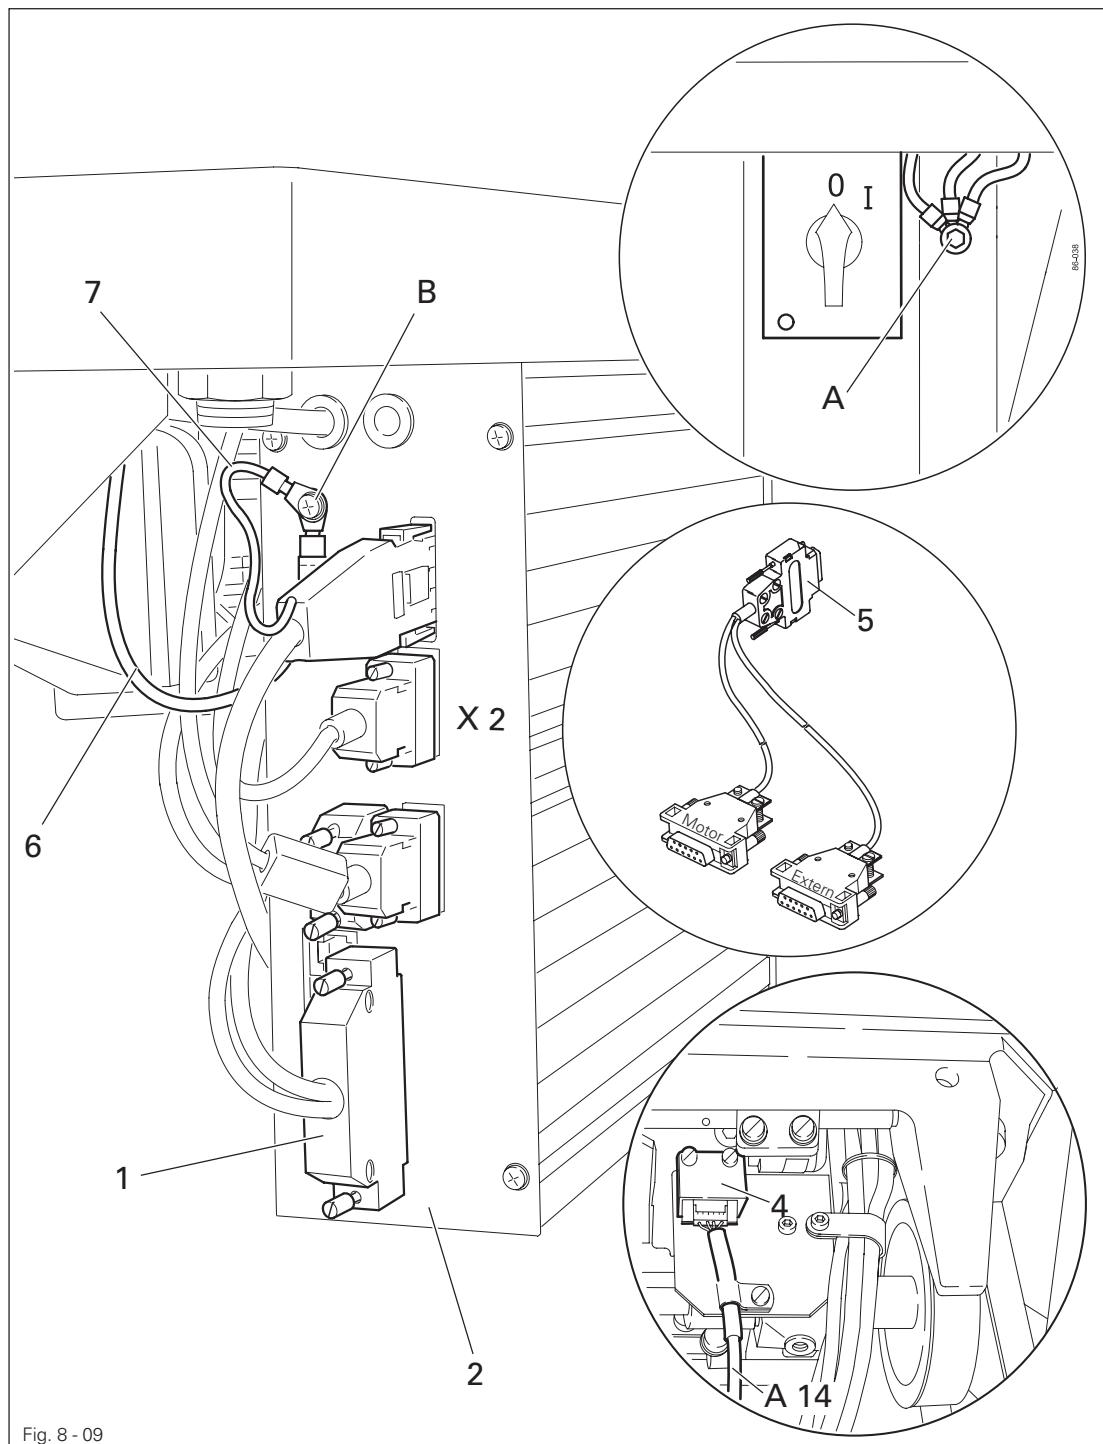

Fig. 8 - 09
- Ppropfen 1 des Ölbehälters 2 (Fig. 8 - 10) herausziehen. Der Ppropfen dient nur zur Transportsicherung und darf während dem Nähbetrieb nicht verwendet werden.